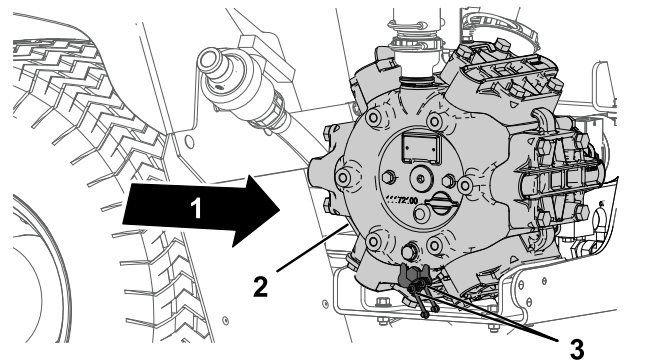

Bild 102
1. Wischen Sie die zwei Schmiernippel mit einem sauberen Lappen ab (Bild 102).
2. Pressen Sie Fett in die Schmiernippel (Bild 102).